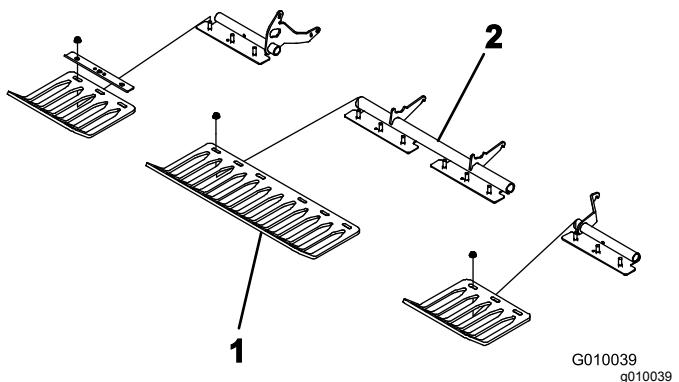

Figura 24
4. Instale provisionalmente los protectores de césped en los soportes de los protectores de césped con 4 abrazaderas y 12 tuercas con arandela prensada (Figura 24). No apriete los herrajes.
**Nota:** Las abrazaderas de los protectores de césped y las tuercas con arandela prensada se envían sujetos a los soportes de los protectores de césped (Figura 24).